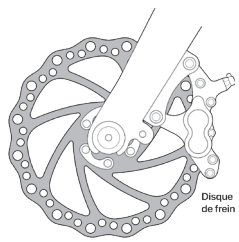
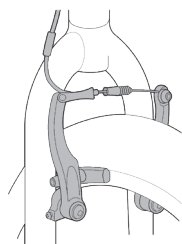

fig. 14
fig. 15
1. (1) Si votre vélo est équipé de freins sur la jante, libérez le mécanisme de déblocage rapide du frein pour augmenter l'espace entre le pneu et les patins de frein (voir la section 4.C, fig. 14 à 17, p. 21).
2. Si votre vélo est équipé de freins sur jante, libérez le mécanisme de déblocage rapide du frein pour augmenter le dégagement entre la jante et les patins de frein (voir la section 4.C, fig. 14 à 17, p. 21).
3. Certains freins de vélo, notamment les freins à disque (fig. 14) et à traction linéaire (fig. 15), sont extrêmement puissants. Soyez extrêmement prudent, familiarisez-vous avec ces freins et utilisez-les avec discernement.
les fig. 14, 15, 16, 17 & 18) et vérifiez avant chaque utilisation du vélo que les deux freins fonctionnent correctement.